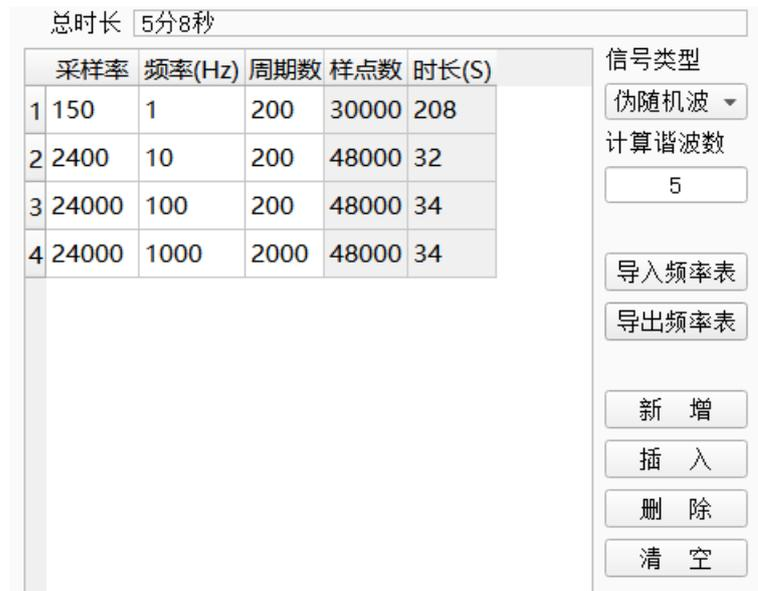

图 5-5. 频率表编辑或导入区域
4. 根据设计测量的频率范围重新编辑新的频率表或者导入已有的扫频频率表文件，如图 5-5 所示。